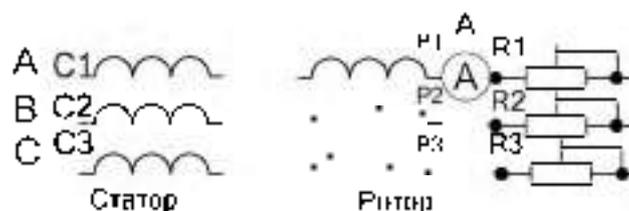

Рис.14.2. Схема АЭД с фазным ротором. $R_{R1} - R_{R3}$ роторные реостаты. (30 Ом).
Начала статорных обмоток обозначают С1, С2, С3; **концы** - С4, С5, С6. Статорная обмотка подключена к сети переменного тока, роторная замкнута накоротко (короткозамкнутый ротор) или выведена через три токосъемных кольца на внешние реостаты (фазный ротор), рис. 14.2. Статорная обмотка создает неизменное по величине круговое вращающееся магнитное поле с частотой вращения $n_1 = 60 f / p$ и наводит в роторной обмотке эдс E_p и ток I_p . Частота вращения n_1 *магнитного поля статора* называется *синхронной*, $n_1 = 60 f / p$ (об/мин), где f - частота тока сети, 50 Гц; p - число пар полюсов, целое число, зависящее от конструкции обмотки. *Направление вращения* магнитного поля определяется последовательностью чередования фаз питания статорной обмотки. За счет магнитной связи поле статора наводит в роторной обмотке переменный ток $I_p = E_p \sqrt{1 / R_p^2 + (2\pi f_p L_p)^2}$, где R_p - активное сопротивление роторной обмотки; f_p - частота тока в роторной обмотке, $f_p = f s$;
3. Соберите схему включения двигателя согласно рис.14.2. Измерьте пусковой ток $I_{\text{пуск}}=$, ток холостого хода $I_{\text{хх}}=$, частоту вращения на холостом ходу $n_{\text{хх}}=$ об/мин. Определите значение синхронной частоты
5. Соберите схему для АЭД с *фазным ротором* согласно рис.14.2. Измерьте напряжение на роторной и статорной обмотках при отключенных реостатах на холостом ходу и занесите результаты в таблицу 14.1.